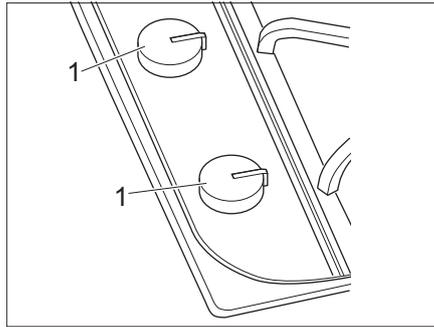

Fig. 125 Boutons de commande pour le réchaud à gaz
- Tourner le bouton tournant (Fig. 125,1) du brûleur désiré en position d'allumage (grande flamme).